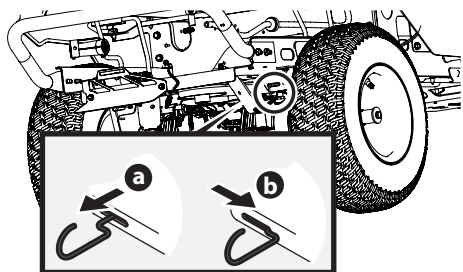
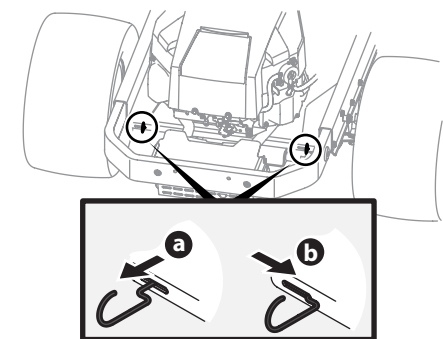

Figura 2-1
Figura 2-2
- Enganche las varillas de derivación de la transmisión, una a cada lado del tractor, para mover el tractor manualmente sin ponerlo en marcha. Las varillas de derivación de la transmisión están ubicadas en la parte trasera del tractor, justo en el interior de las ruedas traseras. Enganche las varillas de derivación tirando de cada una hacia afuera (a) y hacia la derecha (b) para trazarlas en su lugar. Consulte la Figura 2-1 para obtener información sobre los tractores con plataforma de 34 in; consulte la Figura 2-2 para obtener información sobre los demás tractores.
- Consulte la Figura 2-1 para obtener información sobre los tractores con plataforma de 34 in; consulte la Figura 2-2 para obtener información sobre todos los demás tractores.